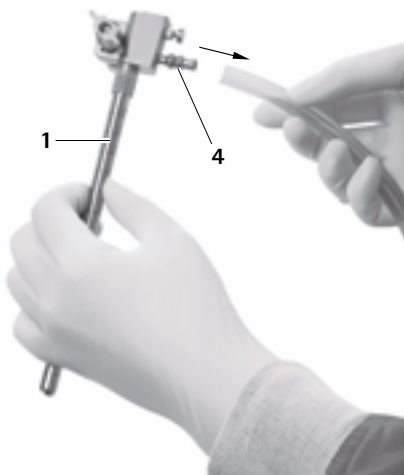

Fig. 12
- Retirer le tuyau du raccord d'irrigation 4, voir Fig. 12.